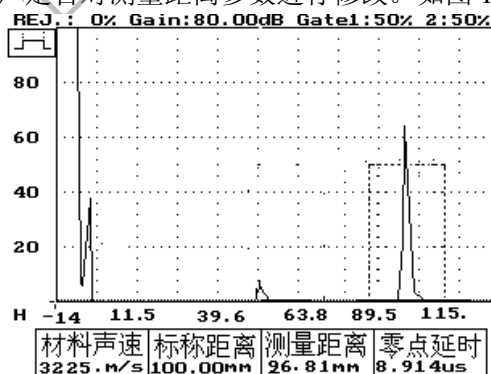

图 18-23
- 1 1、(-)、(I)、按进入键——退出零点校准的测试状态，同时在“测量距离”参数下有一“—”光标，提示用户是否对测量距离参数进行修改。如图 18-23 所示。